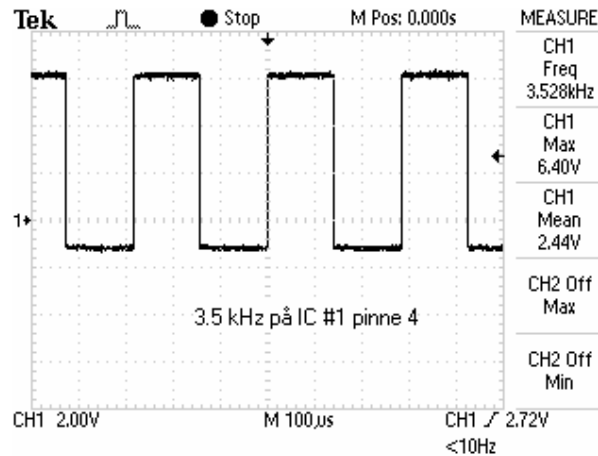

Fig. 3 Signal ut fra VCO (TX output - VCO pin 4) – målt i TP12
- Justér potm. slik at frekvensen blir ca 3.50 kHz, se Fig. 3. Ved hjelp av bryteren SW2 kobles så den ikke-inv. inngangen til +12 V. Hva blir frekvensen nå?